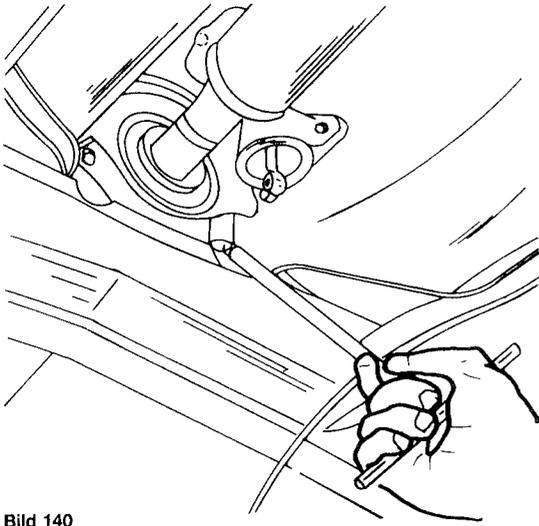

Bild 140
- Das Stützlager der Gelenkwelle in der Mitte abschrauben (Bild 140).